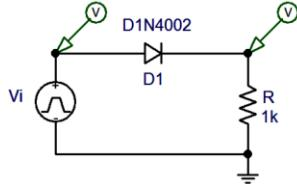

Figura 1.40 – Simulação: modelo aproximado do diodo (estudo dos parâmetros). Sinal de entrada: rampa, de 0 a 5 Vp, frequência de 100 Hz.
►► Simulação 1 – Modelo aproximado do diodo. O circuito da Figura 1.40 foi estudado no PSpice, em uma simulação para verificação dos sinais de entrada e de saída. Comentar sobre o sinal no catodo do diodo.